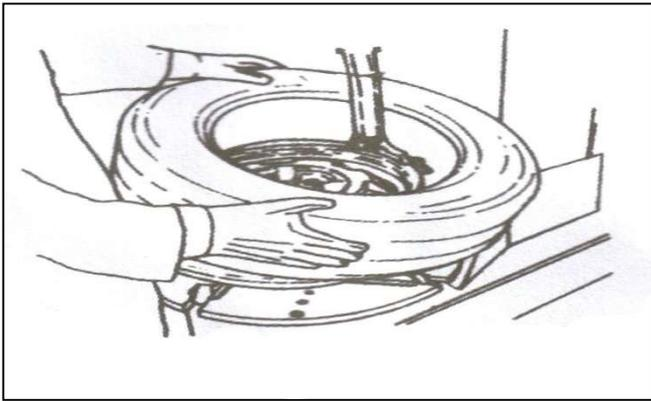

図 21
4.2.2 フチにタイヤビードクリームやビードループを塗布して下さい。タイヤをリムに対して斜めにし手前側を上へ上げて下さい。取外しアームがリムと接する様に六角シャフトを押し下げてロックして下さい。左フチを取り外し機の後部の上、右フチを取り外し機前部の下に位置させ(図 21)、底部フチをタイヤ取外しスロットに合わせる様ターンテーブルを時計回りに回します。